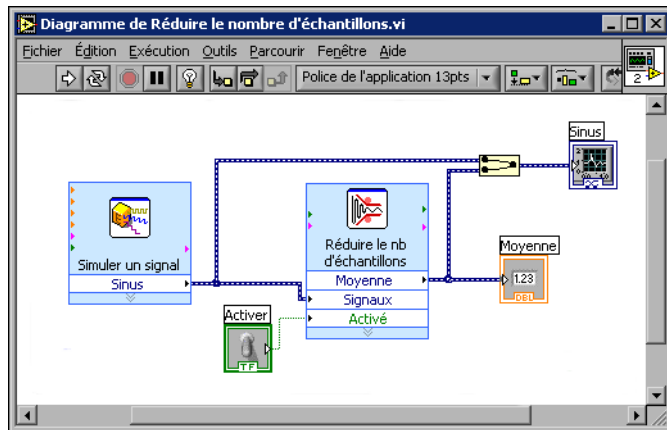

Figure 3-2. Diagramme du VI "Réduire le nombre d'échantillons"
6. Organisez les objets sur le diagramme de telle sorte qu'ils apparaissent comme dans la figure 3-2.